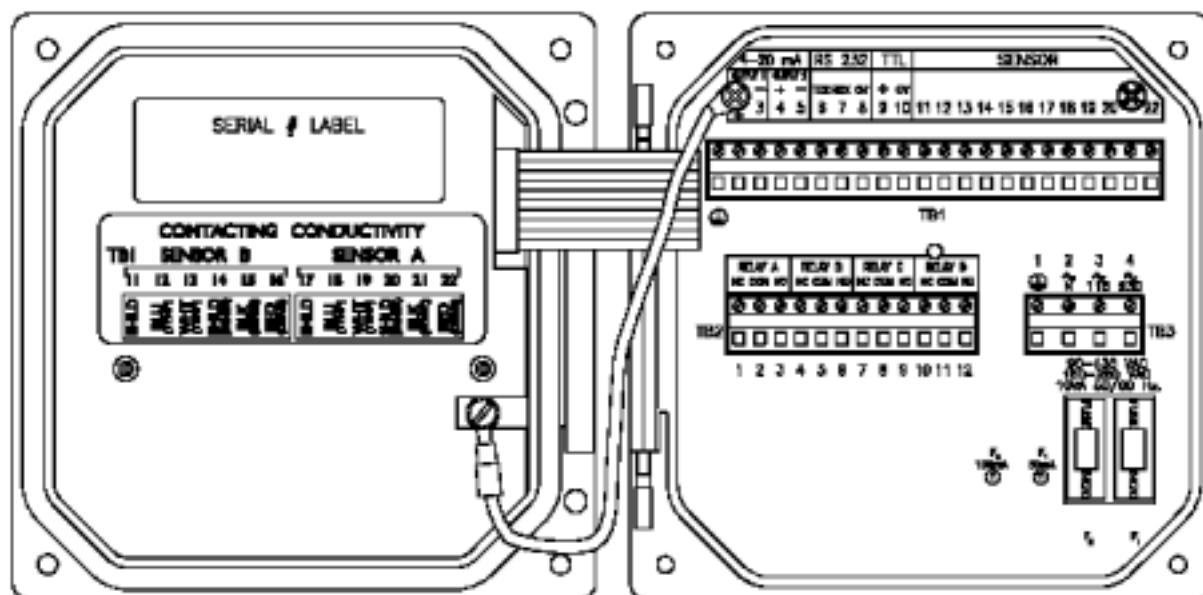

图 2-4 序列号前缀为“A”或者无的测定仪的接线端标识
- 对于序列号前缀为“A”为无的测定仪 (图 2-4), 连接到 TB1 上的“ground symbol (地线标识)”接线端。